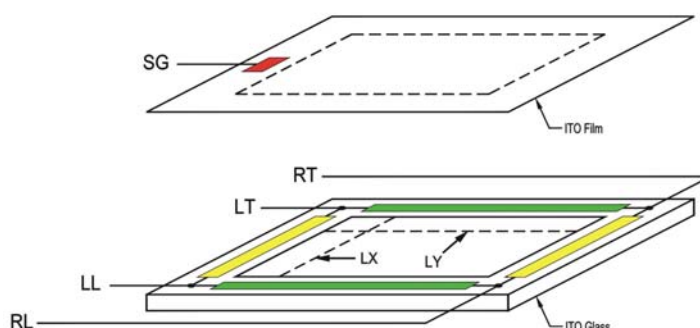
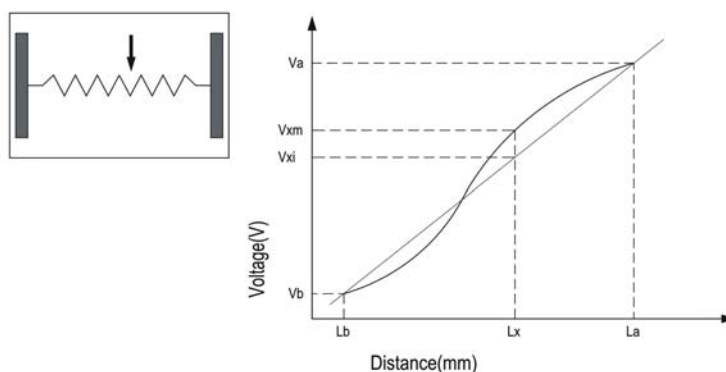

Figure 10-1
Figure 10-2
(1) Linearity Condition [線性測試條件]
Step 6: measure the voltage differences between RT and LT (or RT and RL) (Fig 10-1) (Fig 10-2)
[將 RT, RL 短路(或 RL, LL 短路)並接上 5V 的直流電, 另外將 LT, LL 短路(或 RT, LT 短路)並接上接地線圖 0V, 以 5.0mm 的間隔, 利用手寫筆(stylus)劃直線(如圖 2 中 LX 和 LY),並量測 SG 的電壓, 量測並計算 RT 與 LT 間的電位差(或 RT 與 RL 間的電位差)] (Fig 10-1) (Fig 10-2)